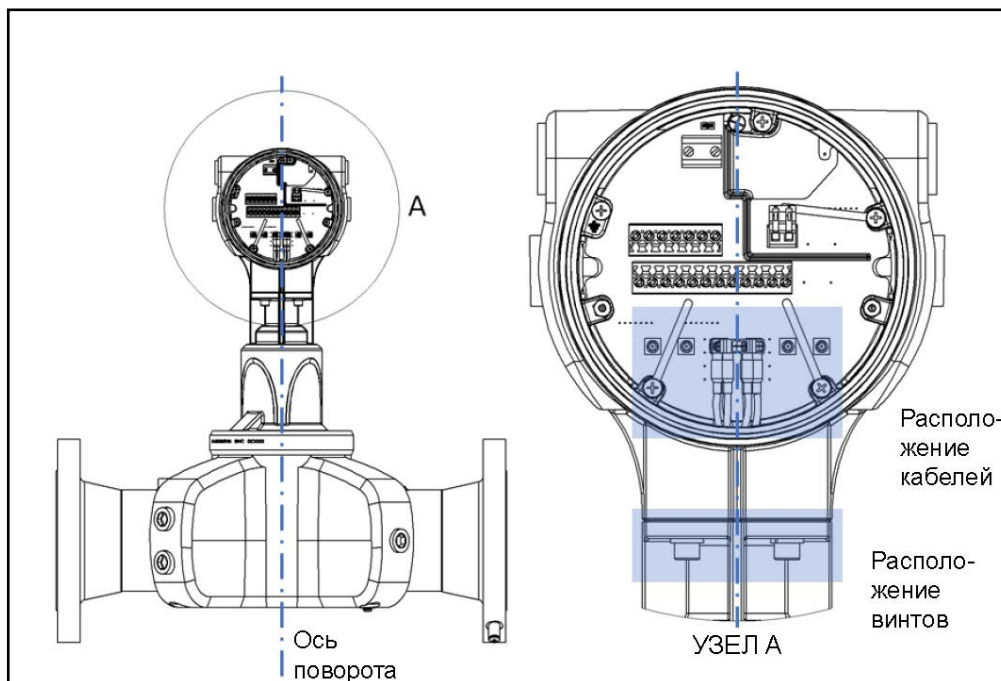

Рис. 26. Для поворота необходимо снять передатчик PanaFlow Z3 (вид сзади)
4. Теперь весь передатчик PanaFlow Z3 можно вращать вокруг оси, как показано на Рис. 26. Поверните корпус передатчика в нужное положение, при этом совместив отверстия под болты.